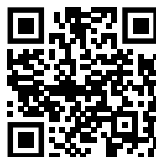

Fig. 122
- Otworzyć Liebherr SmartMonitoring Dashboard. (patrz Fig. 122)